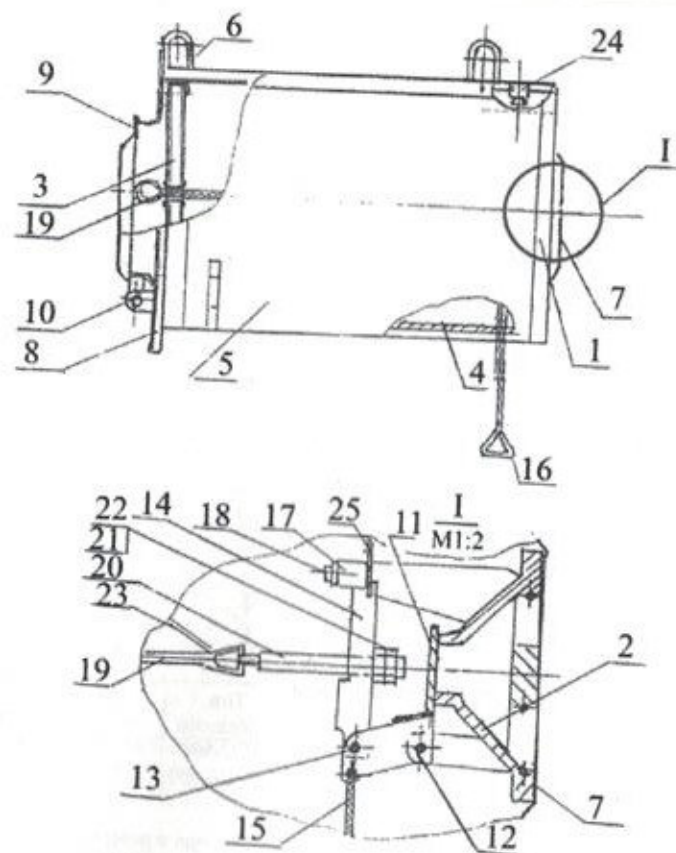

Рис. 1 - Устройство пеногенератора ГПСС
4.1. На рис. 1 показано устройство генератора типа ГПСС. В корпусе 1 генератора расположены его основные составные части: корпус распылителя 2 и кассета 3. В нижней части корпуса 1 имеется воздухозаборное отверстие, закрытое защитной сеткой 4. Боковые стенки корпуса 5 закреплены отогнутыми пластинами. Входное отверстие генератора расположено на фланце 7, к которому присоединяется растворопровод стационарной системы пожаротушения. Установка и крепление генератора на резервуаре осуществляется с помощью монтажного фланца 8, на котором имеется выходное отверстие, закрываемое крышкой 9. Крышка 9 установлена на шарнире 10. Перед распылителем 2 расположена заслонка 11, являющаяся одним из плечей двуплечного рычага, установленного в корпусе 1 на шарнире 12. Другой конец этого рычага соединен шарниром 13 с вилкой 14. Кроме того, двуплечный рычаг канатом 15 соединен с ручкой 16 ручного привода. Своим свободным концом вилка 14 установлена на упор 17, закрепленный в корпусе 1, болтом 18. Тяга 19 присоединена своими концами к крышке 9 и шпильке 20. Крышка 9 притянута к фланцу выходного отверстия генератора тягой 19 за счет усилия, создаваемого вращением гайки 21 по резьбе шпильки 20. При этом гайка 21 своей торцевой поверхностью упирается в вилку 14. Положение гайки 21, соответствующее необходимому усилию герметизации стыка крышки 9 и кромки выходного отверстия генератора, фиксируется на шпильке 20 контргайкой 22. У шпильки 20 к тяге 19 присоединен ограничитель 23 угла открывания крышки 9. Второй конец ограничителя 23 закреплен болтом 24. Для предохранения рычажной системы генератора от поломок вилка 14 закрепляется (только на период транспортирования) проволокой 25.
5.4. Во избежание случайных ударов рукоятки 16 (см. рис. 1) по металлоконструкциям резервуара канат 15 следует привязать к растворопроводу.
5.5. При вращении гайки 21 и контргайки 22 (см. рис. 1) во время регулировки усилия герметизации, а также при вращении болта 18 во время подготовки генератора следует избегать резких движений ключом во избежание сброса вилки 14 с упора 17. При проведении указанных операций свободной рукой необходимо прижимать заслонку 11 к соплу корпуса распылителя 2.
5.6. При проверке установленного на резервуаре генератора на герметичность следует привязать вилку 14 проволокой 25 так, как это показано на рис. 1.
ВНИМАНИЕ! Освободите вилку 14 (см. рис. 1) от крепления проволокой. Удалите проволоку 25 из генератора.
6.12. Произведите монтаж генератора на резервуаре в соответствии с рис. 2 рабочее положение генератора 1 (см. рис. 2) - горизонтальное, сеткой 4 (см. рис. 1) - вниз.
6.13. Канат 15 ручного привода (см. рис. 1) укоротите таким образом, чтобы расстояние между его обрезанным концом и поверхностью земли было 2 м. Привяжите ручку 16 на конце каната 15 любым из нераспускаемых узлов, например, беседочным (морская петля) и обязательно проверьте надежность затяжки.
Проверка на герметичность производится визуально с помощью набора щупов. Для обеспечения доступа в зону замера необходимо освободить кассету 3 (см. рис. 1) от крепления и, не снимая с тяги 19, передвинуть к шпильке 20.
8.1. Характерные неисправности, встречающиеся при эксплуатации генераторов типа ГПСС и методы их устранения приведены в таблице 2. Номера позиций составных частей генератора см. рис. 1.